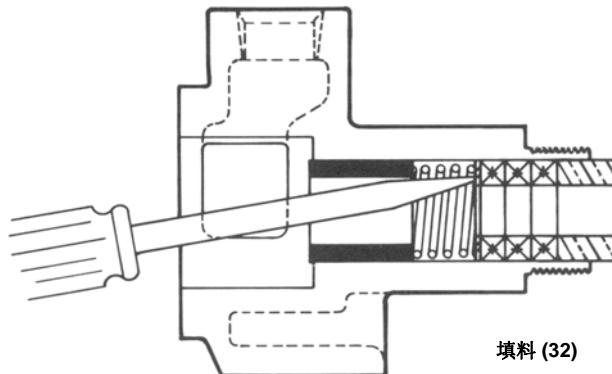
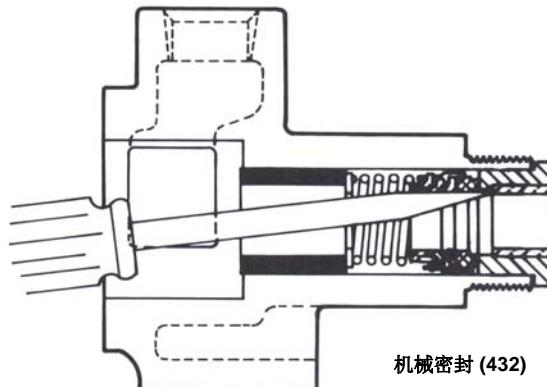

图 3
图 5
5. 开始准备拆下填料或机械密封件。参见图 3 或图 5。每次泵被完全拆卸时，建议使用新的填料密封或机械密封。